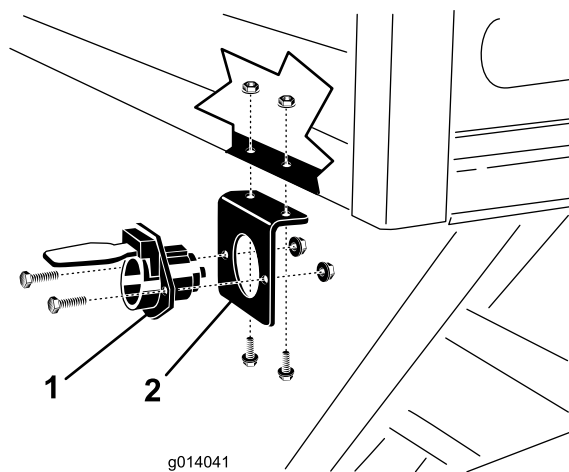

図 8
14. ソケット・ブラケットを、フロント・パネルの左下のすみに取り付ける； 1/4 x 3/4 in ねじとナットを 2 組使用する（図 8）。
16. ソケットを、ソケット・ブラケットの前面にボルト止めする； 5/16 x 1 in ねじとナットを使用する（図 8）。